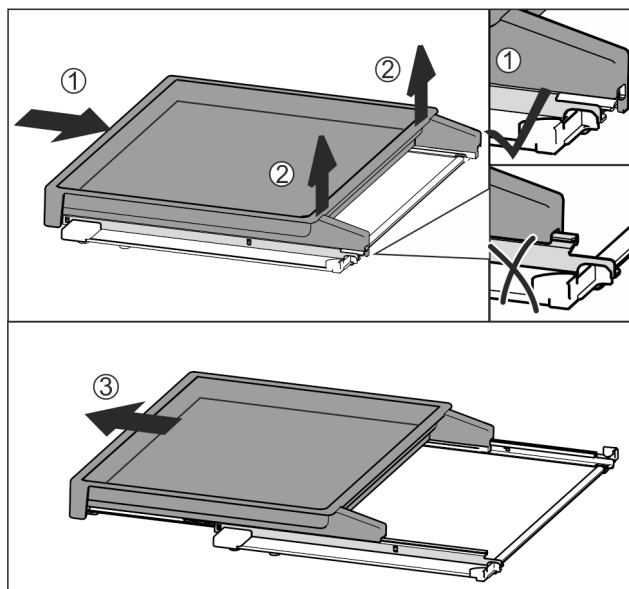

Fig. 108
- Vysouvací přihrádku zcela zasuňte Fig. 108 (1).
- Uvolněte západku na zadní straně Fig. 108 (2).
- Vysouvací přihrádku vyjměte směrem dopředu Fig. 108 (3).